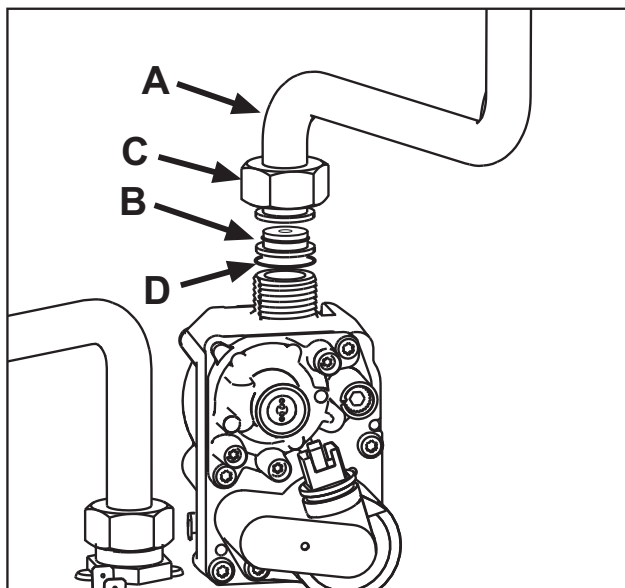

fig. 22
4. Desenrosque la tuerca C y desconecte el tubo A de la válvula del gas (fig. 22).
5. Reemplace el inyector B del tubo del gas por el que se incluye en el kit de transformación, interponiendo la junta D (fig. 22).